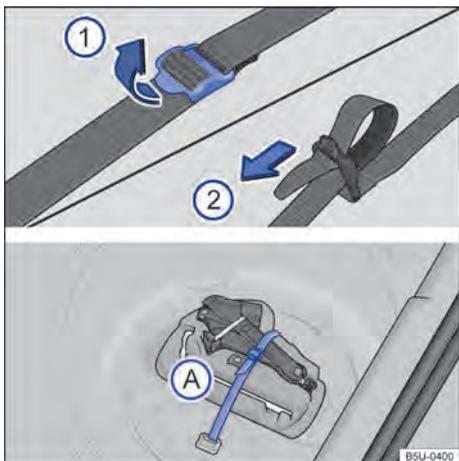

Fig. 159 No compartimento de bagagem: cinta de fixação da caixa de ferramentas e caixa de ferramentas de bordo.
Para soltar a cinta de fixação → Fig. 159 (A), puxar a fivela no sentido da seta (1).